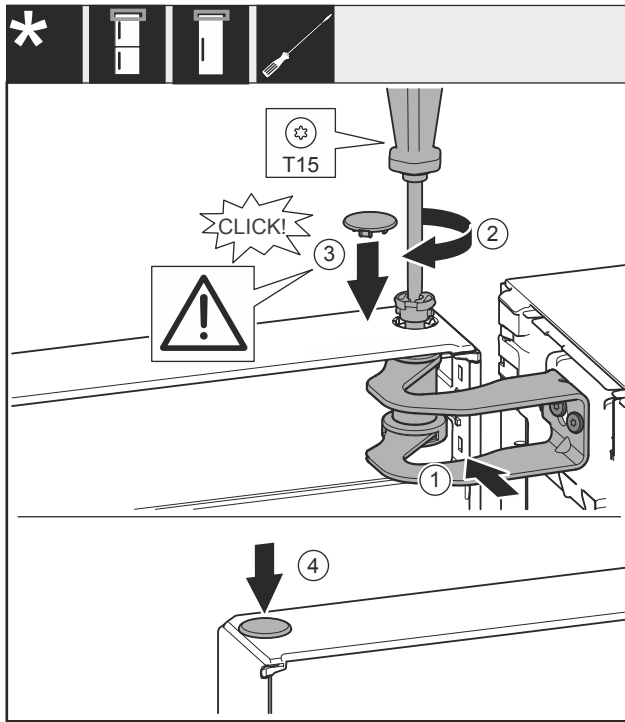

Fig. 23
- ▶ Выровняйте дверь по отверстию в опорном кронштейне Fig. 23 (1).
- ▶ Вставьте палец Fig. 23 (2) и затяните отверткой.
- ▶ Установите крышку Fig. 23 (3).
- ▶ Проследите за тем, чтобы крышка Fig. 23 (3) прилегала к дверям.
- ▶ Установите крышку Fig. 23 (4).